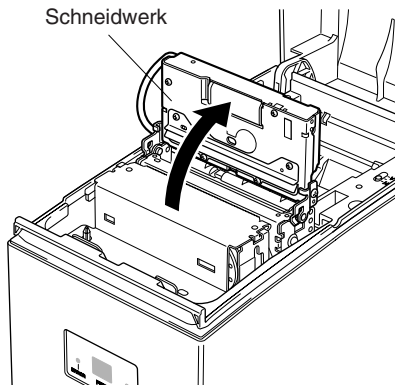

Abb. 5-9 Anheben des Schneidwerks
- ③ Heben Sie das Schneidwerk an und stellen es in senkrechte Stellung, wie in Abbildung 5-9 gezeigt.
③ Bei Modellen mit automatischer Schneidvorrichtung heben Sie die automatische Schneidvorrichtung an und stellen sie in senkrechte Stellung wie in Abbildung 5-9 gezeigt.